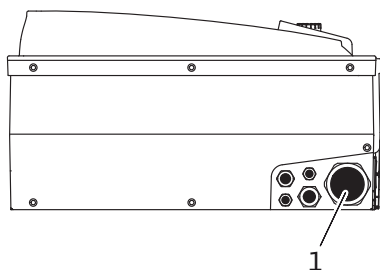

Fig. 22: Kabeļu skrūvsavienojums M40
- Tīkla pieslēguma vads jāizvada caur kabeļu skrūvsavienojumu M40 (Fig. 22, 1. poz.).